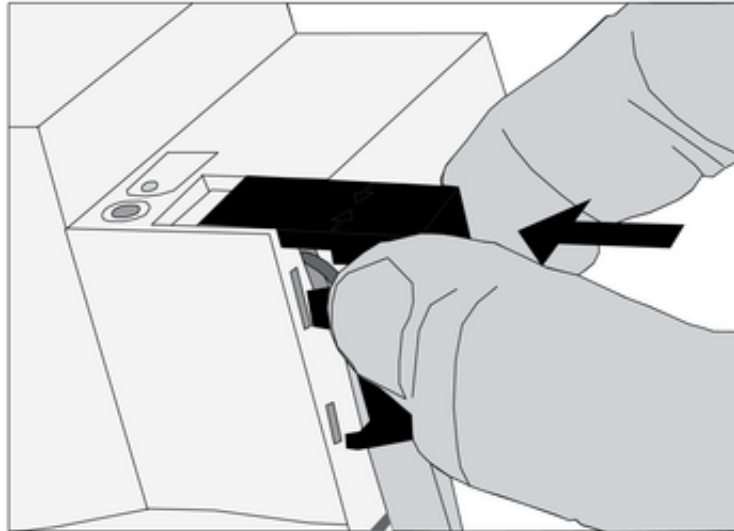

Figure 4: Mise en place du capuchon de protection
- Enfoncer le capuchon de protection sur la borne de bus, jusqu'à ce qu'il s'encliquète (figure 4).